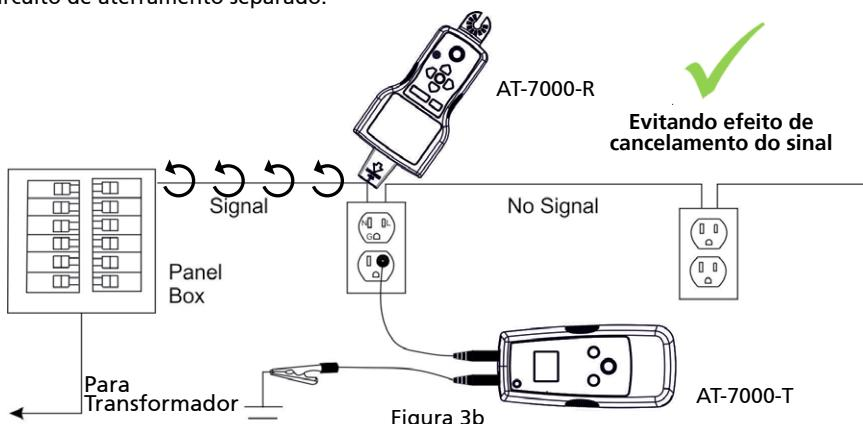

Figura 3b
2. Conecte o cabo vermelho ao fio energizado ativo (no lado da carga do sistema). O sinal SÓ vai ser transmitido entre a saída a que o transmissor está ligado e a fonte de alimentação (consulte a Figura 3b).